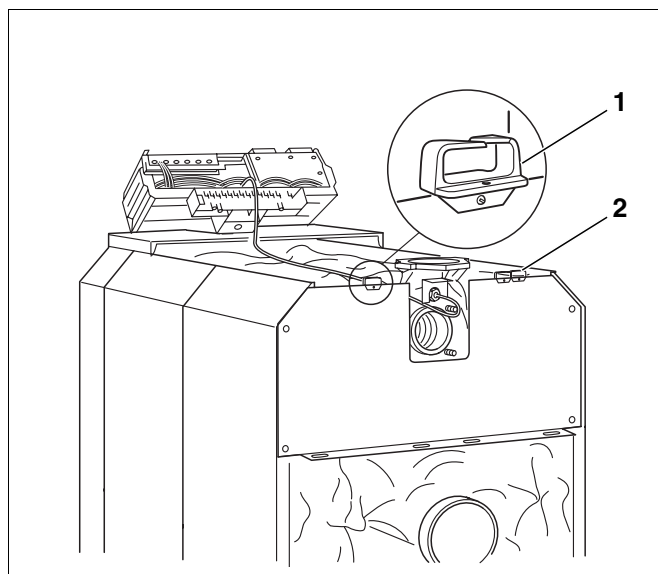

Fig. 63 Racordul electric
- Colierul pentru cabluri (fig. 63, **poz. 1 și 2**) se fixează în stânga sau în dreapta, cu șuruburi, de peretele din spate al cazanului.